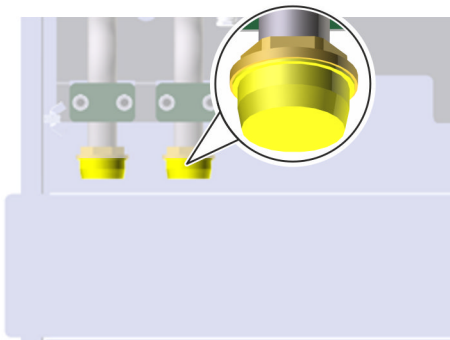

Abb. 47: Schutzkappen entfernen
2. ➤ Schutzkappen der Rohre (Abb. 47) entfernen.